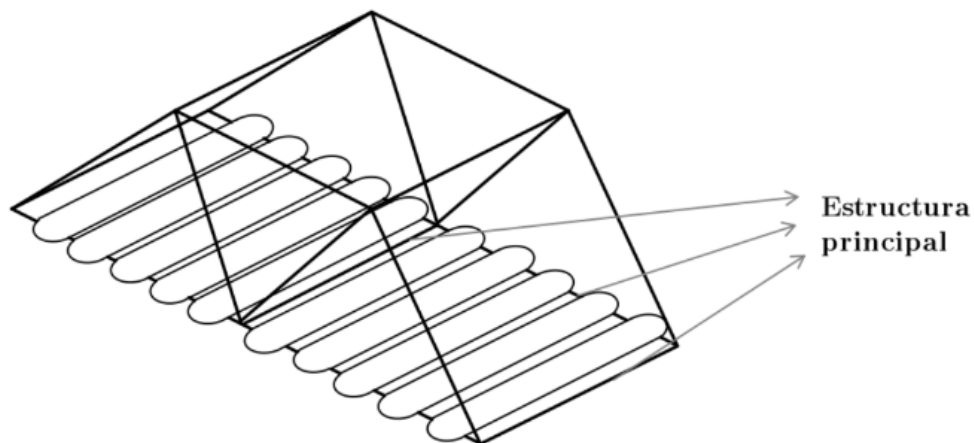

Figura 2. Esquema *opcional* para disposición de tablero con palitos de paleta.
10. Si el grupo así lo considera, puede realizar el tablero del puente con palitos de paleta de forma transversal sobre la estructura principal por su sección débil, tal como se muestra en la **figura 2** con el objeto de mejorar la estética de la estructura y transferir mejor la carga. No obstante, si se evidencia que las uniones de estos elementos favorecen la rigidez de la estructura o hacen parte del sistema estructural,